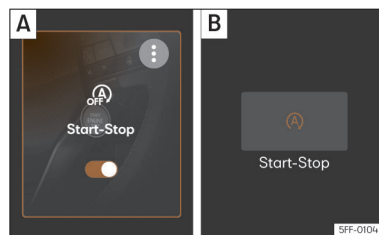

**Fig. 121** No ecrã do sistema de infotainment: sistema Start-Stop ligado. **A** Vista no menu principal. **B** Vista com o sistema de infotainment desligado.
Quando o símbolo (A) aparecer em cor de laranja >>> **Fig. 121** o sistema está ativado e fará a paragem e o arranque. Quando o símbolo (A) aparecer em branco o sistema está desligado.